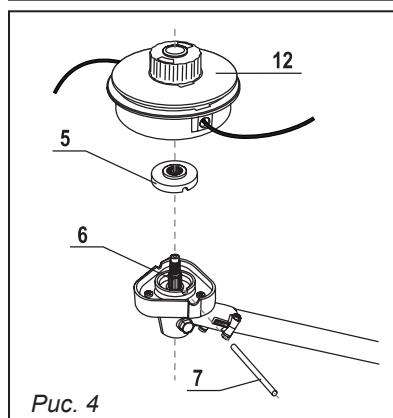

Рис. 4
5.2. Установка кассеты с леской (рис. 4)